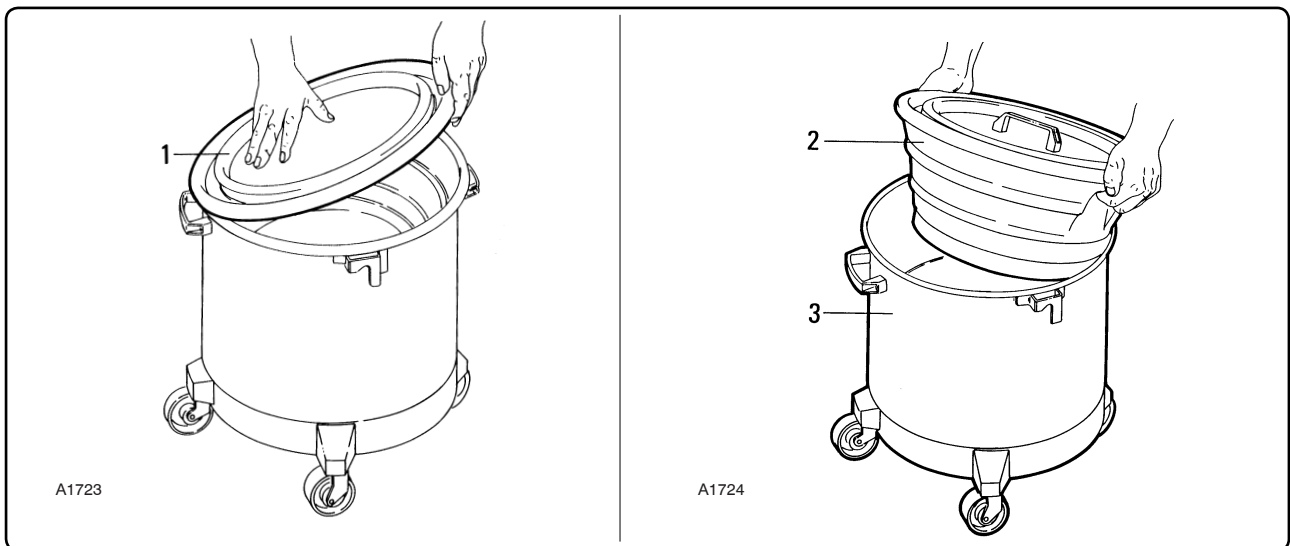

Fig. 6.9.1
- b - PVC shaking container fitted inside container "2" for dust collection (fig. 6.9.1);
- b - récipient de vidage en PVC placé à l'intérieur de la cuve "2" pour la récupération des poussières (fig. 6.9.1);
- b - contenedor de vaciado de PVC colocado dentro del contenedor "2" para la recogida de polvo (fig. 6.9.1);
6.9 - Svuotamento contenitore (versione C - K1) - fig. 6.9.1
6.9 - Emptying the container (version C - K1) - fig. 6.9.1
6.9 - Vidange du bac (version C - K1) - fig. 6.9.1
6.9 - Vaciado del contenedor (versión C - K1) - fig. 6.9.1